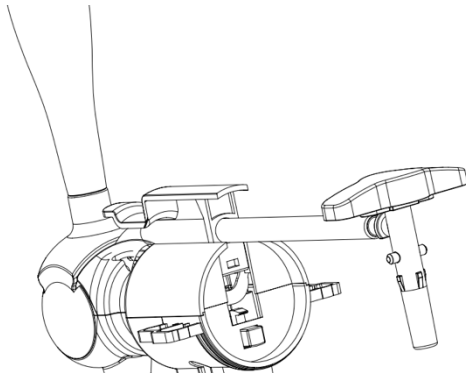

Abbildung 17
1. Drücken Sie den Knopf auf der Rückseite des Zapfhahns und halten Sie ihn gedrückt. Der Bierschlauch und die abnehmbare obere Abdeckung des Zapfhahns öffnen sich dann automatisch (wie in Abbildung 17 dargestellt).